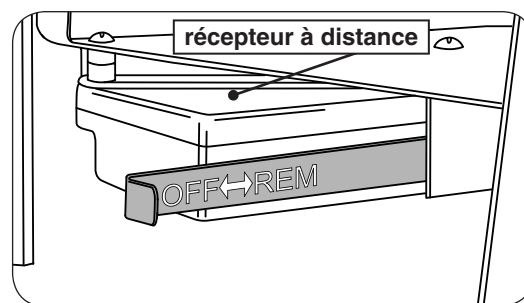

Fig. 32-2
2. Localisez l'actionneur de l'interrupteur OFF/REMOTE sur le côté gauche du brûleur. Faites glisser l'actionneur à la position **REMOTE** droit. Voir Fig. 32-2.